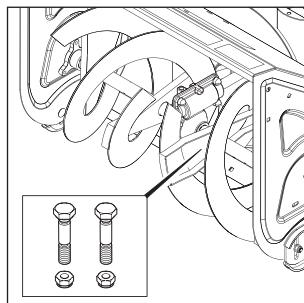

Рис. 23
- Для безопасной работы на снегоуборщике шнек закреплен к валу через систему срезных болтов (Рис. 23).